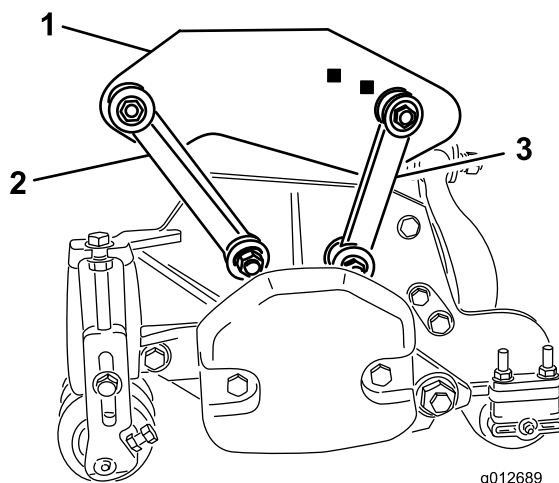

Figura 19
uma porca de bloqueio, como se mostra na Figura 19. Posicione uma anilha em cada lado da ligação quando estiver a montar. Aperte os fixadores com uma força de 42 N m.
- Fixe as ligações de montagem traseiras à estrutura de suporte traseira com um parafuso ($\frac{3}{8}$ pol. x $2\frac{1}{4}$ "), 2 anilhas de cabeça chata e uma porca de bloqueio, como se mostra na Figura 19. Posicione uma anilha em cada lado da ligação quando estiver a montar. Aperte os fixadores com uma força de 42 N m.